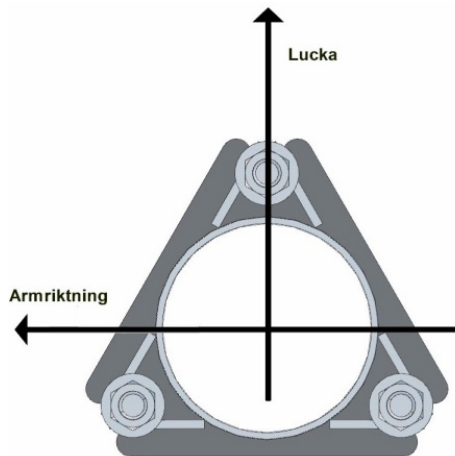

Fig. 1. Lucka och armriktning vid installation av Vingstolpar
*Vingstolpar* installeras i fundament på samma vis som redovisats under avsnitt "Installation av stolpe" med lucka armriktning enligt enligt fig. 1. Stolparna levereras komplett monterade med fundamentrör/stolpdel monterad med 3 st. varmförzinkade M16 skruvar, muttrar och bricker i hållfasthetsklass 8.8 . Skruvförbandet är draget med en kalibrerad momentnyckel inställd på 130 Nm